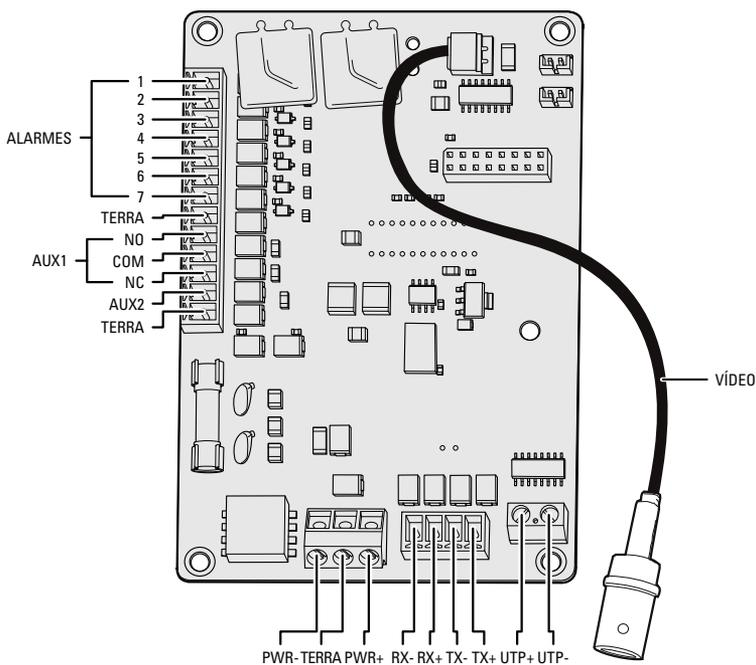

Figura 9. Conexão da fiação à placa de circuito
3. Conecte a fiação auxiliar, do alarme e outras fiações à placa de circuito da back box (consulte figura 9).